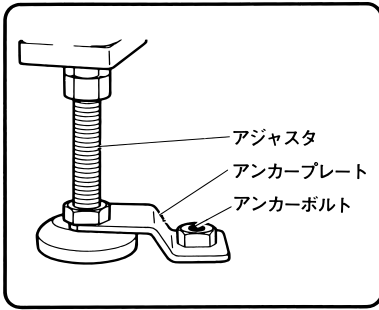

図 15
(3) 高さ調整後、ローラスタンドを固定する場合、製品梱包時に使用していたアンカープレート（4枚）をアジャスタにはめ込み、アンカーボルトで固定してください。（図15）